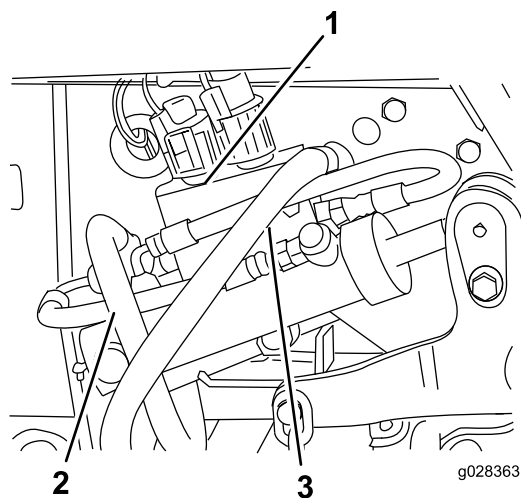

図 100
16. 制御バルブからタンクホースを外す 図 100。
19. 制御バルブから圧力側ホースを外す 図 100。